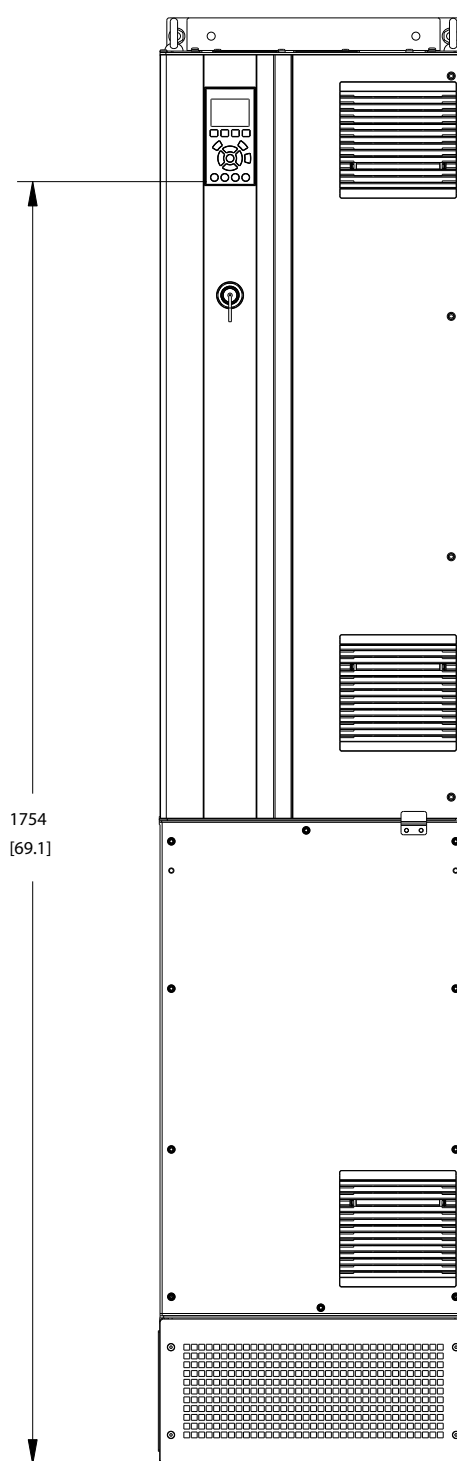

Ilustración 1.3 Protección D7h
*Ilustración 1.3* muestra un ejemplo de convertidor de frecuencia con armario de opciones. *Tabla 1.2* recoge las variantes de los convertidores de frecuencia con opciones de entrada.